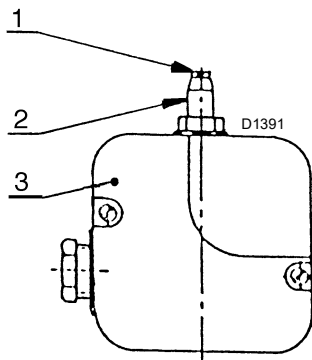

Рис. 35
5.11.6 Видалення повітря (Рис. 35)
Умовні позначення (Рис. 35)